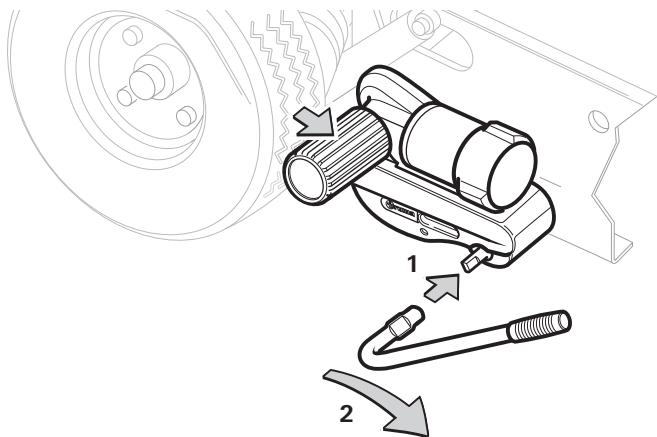
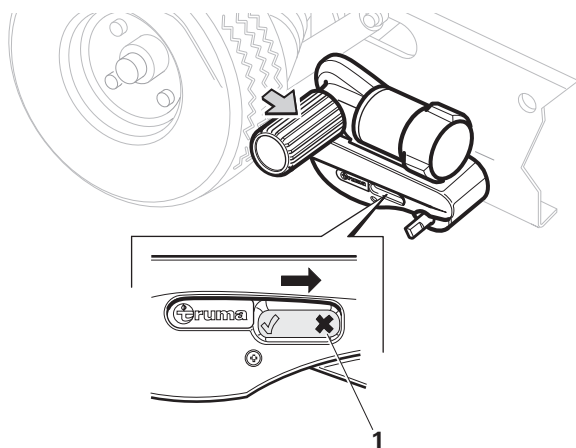

Figura 9
Figura 10
- Inserire la leva di avvicinamento sull'albero di avvicinamento (figura 9 - 1).
- Girare la leva di avvicinamento in direzione della freccia (allontanandosi dalla ruota del veicolo) (figura 9 - 2) finché il rullo di trasmissione si arresta nella posizione finale. L'indicatore di posizione nell'alloggiamento si trova ora su «X» (figura 10 - 1).